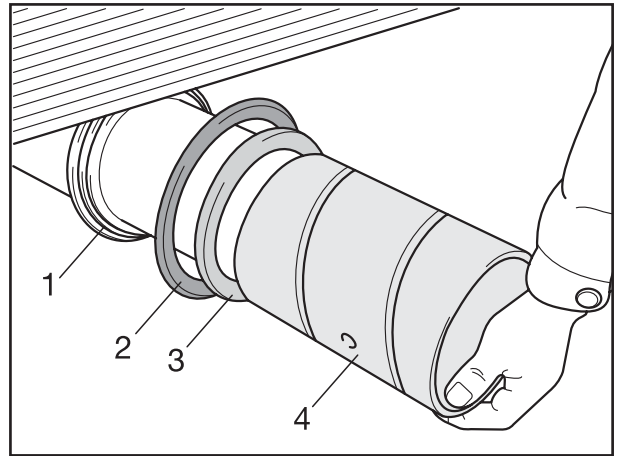

Fig. 4
[7] Nylon-Dichtring (Fig. 4/2), inneren Ring (Fig. 4/3) und Buchse (Fig. 4/4) innen mit BPW Spezial-Langzeitfett ECO-Li 91 einfetten und auf den Lagerzapfen der Stützachse aufschieben.
[8] Dichtring (Fig. 4/2) auf den Dichtringsitz (Fig. 4/1) des Lagerzapfens aufdrücken.
[9] Buchse (Fig. 4/4), außen mit BPW Spezial-Langzeitfett ECO-Li 91 einfetten.
- [7] Apply BPW special longlife grease ECO-Li 91 to the nylon ring (Fig. 4/2), the inner ring (Fig. 4/3) and the bush (Fig. 4/4) on the inside and fit them onto the bearing journal of the trunnion beam.
- [8] Push the nylon ring (Fig. 4/2) onto the shoulder (Fig. 4/1) of the bearing journal.
- [9] Apply BPW special longlife grease ECO-Li 91 to the outside of the bush (Fig. 4/4).
- [7] Enduire la bague d'étanchéité en nylon (fig. 4/2), la bague intérieure (fig. 4/3) et l'intérieur du coussinet de graisse spéciale BPW longue durée ECO-Li 91 et faire glisser ces pièces sur le tourillon (fig. 4/4) de l'axe de balancier.
- [8] Appliquer la bague d'étanchéité (fig. 4/2) contre l'épaulement du tourillon (fig. 4/1).
- [9] Graisser l'extérieur du tourillon (fig. 4/4) avec de la graisse spéciale BPW longue durée ECO- Li 91.